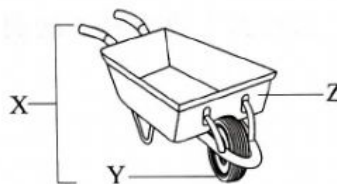

图 7
- 11 图 7 显示一个复杂机械。
根据图 7, 哪项代表 X、Y 和 Z 简单